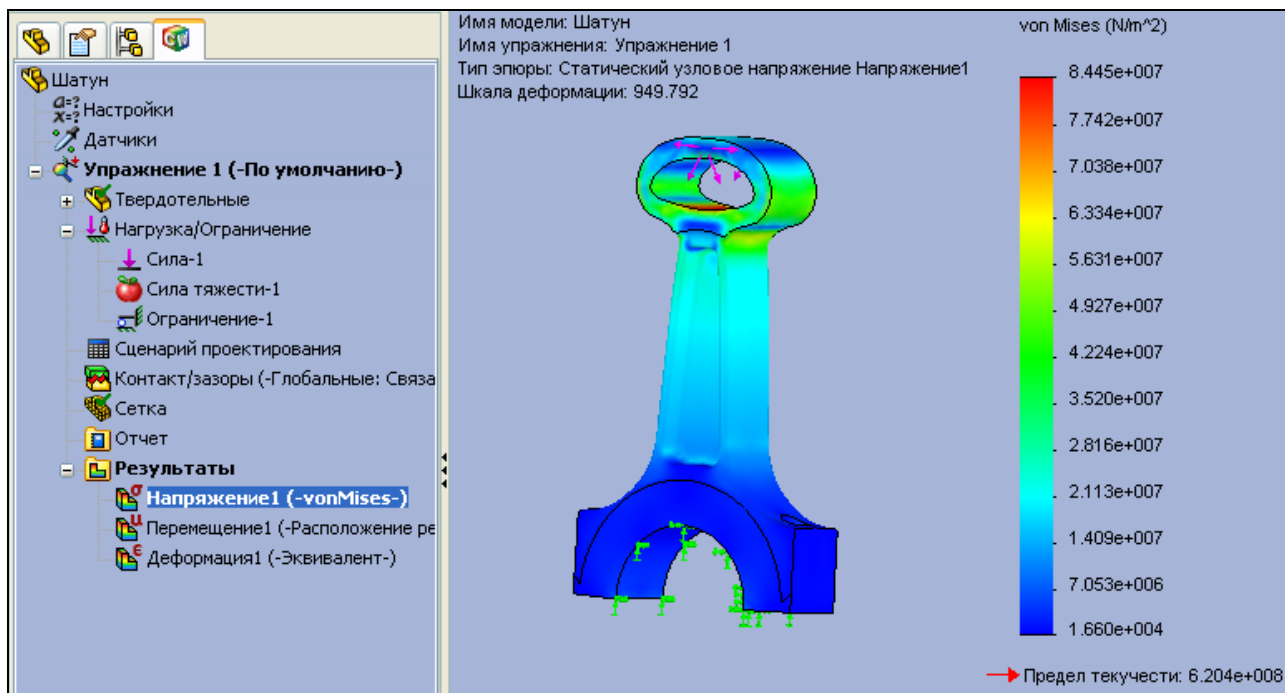

Рис. 6.7. Результаты расчета шатуна
8. После успешного расчета проведите анализ напряженного состояния модели шатуна с просмотром эпюр (рис. 6.7). Как строить эпюры, показано в пп. 11-17 разд. 3.2.